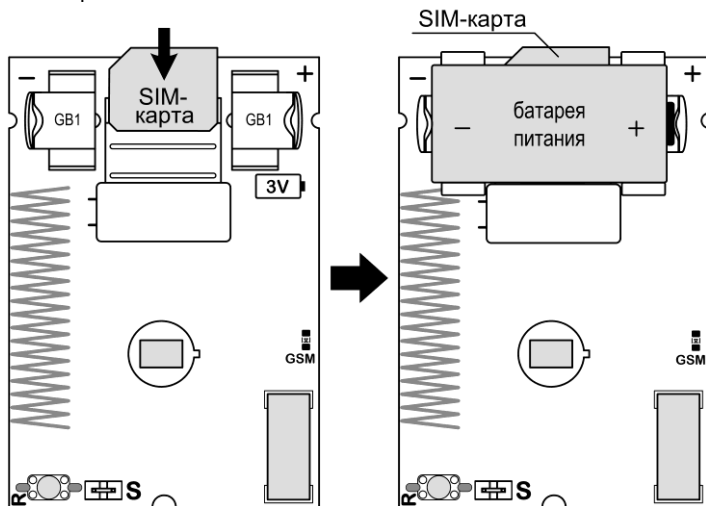

Рис.9 Установка SIM-карты и батареи питания
2. Убедитесь, что SIM-карта установлена в соответствии с рис.9, либо установите SIM-карту (если не установлена) – см. рис.9.
3. Установите батарею питания, соблюдая полярность (рис.9).
2. Убедитесь, что SIM-карта установлена в соответствии с рис.9.